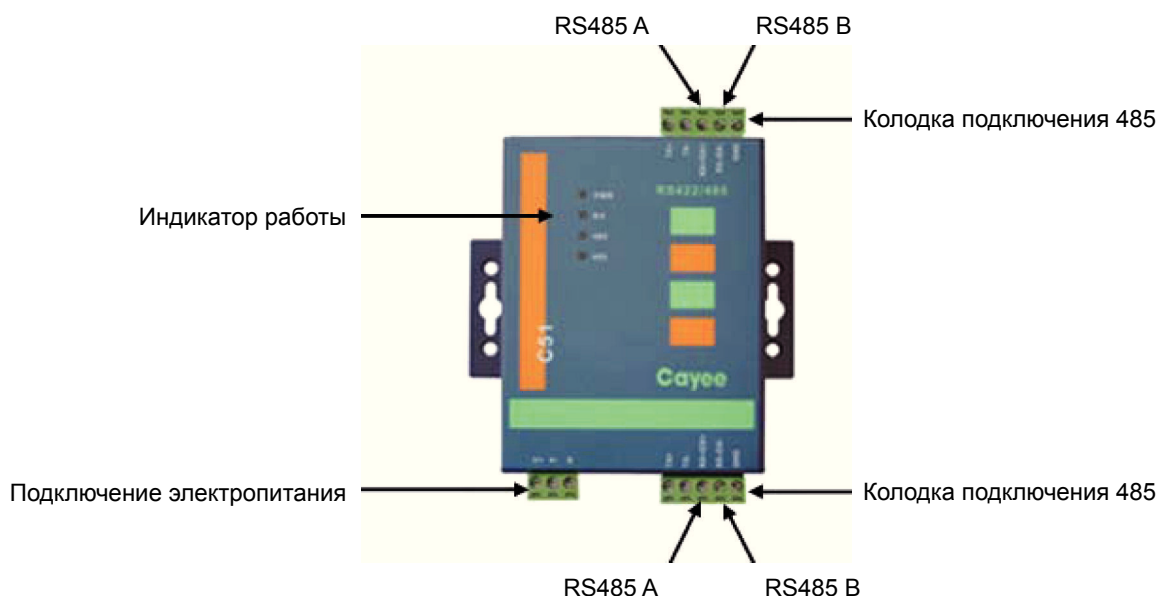

Рис. 7.5
7.2.2.1 Ретранслятор (усилитель сигнала) (рис. 7.5) применяется при длине сигнального кабеля более 800 метров или при использовании более 30-ти блоков коммутации ME30-00/E2